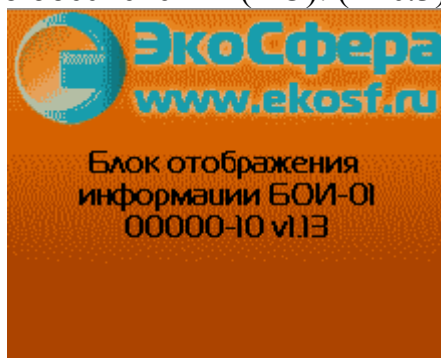

Рис.3. Информация, выводимая БОИ-01 при включении питания.
2.2.7.1. Включение БОИ-01 с работоспособными элементами питания или при питании от внешнего источника, сопровождается появлением на дисплее заставки с наименованием предприятия-изготовителя и указанием названия блока отображения информации БОИ-01, заводского номера и версии внутреннего программного обеспечения (ПО). (Рис.3)